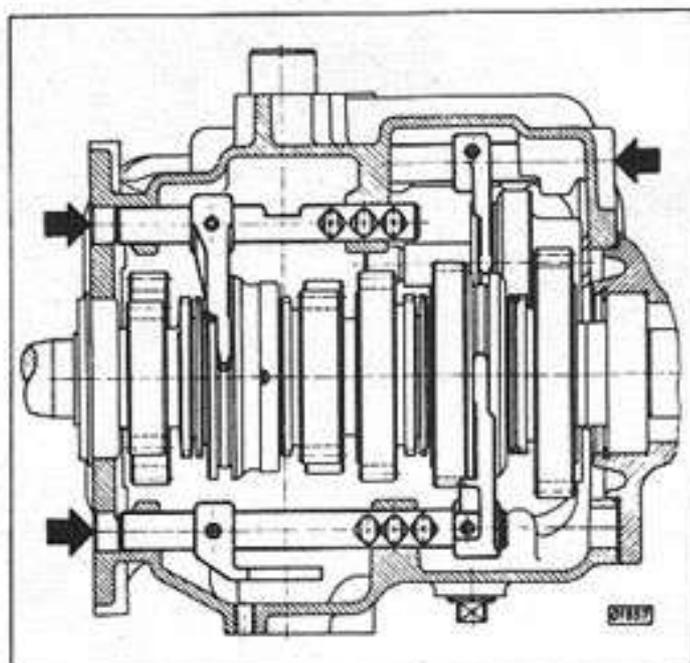

Fig. 28 — Montaje del eje selector del engranaje de marcha atrás y la horquilla selectora en la caja
3. Insertar el eje selector del engranaje de marcha atrás y la horquilla selectora en la caja, desde atrás hacia adelante y con las muescas apuntando hacia la tapa de la caja (Fig. 28).